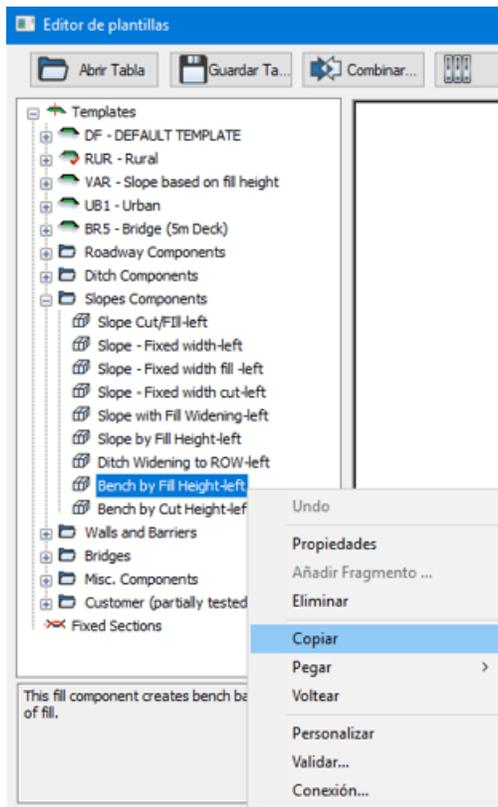

Figura 12-7: Copiando un Componente desde una Carpeta
24. Descienda por la lista y abra la carpeta de Componentes (Figura 12-7).